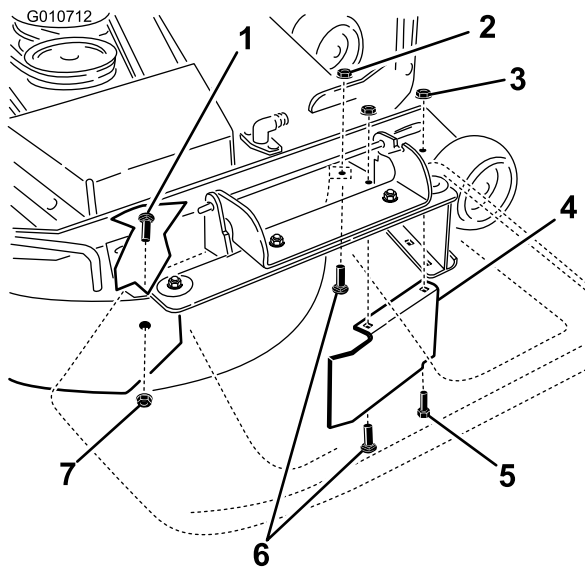

Figura 37
9. Rimuovete il bullone a testa tonda (5/16 x 3/4 pollice) e il dado di bloccaggio (5/16 pollice) che fissano il deflettore al lato posteriore del piatto di taglio (Figura 37).
10. Localizzate la protezione del deflettore davanti all'apertura di scarico laterale. Rimuovete gli elementi di fissaggio che assicurano la protezione del deflettore e il deflettore destro al piatto di taglio come illustrato nella Figura 37. Rimuovete la protezione del deflettore e conservate gli elementi di fissaggio.
13. Montate gli elementi di fissaggio rimossi in precedenza nei fori anteriori nella piastra di scarico e del foro anteriore del piatto di taglio (Figura 37).